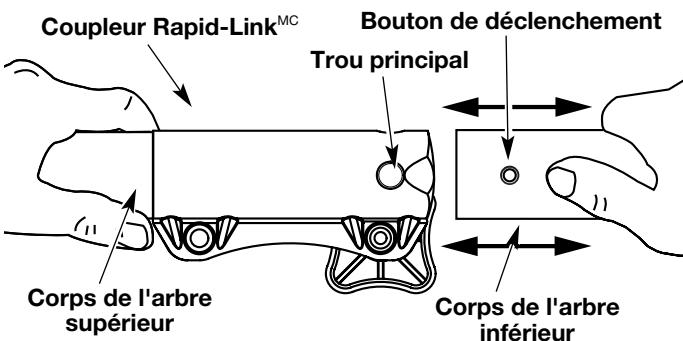

Fig. 16
3. Tenez fermement le corps de l'arbre supérieur et retirez l'accessoire de coupe ou autre du coupleur Rapid-LinkMC (Fig. 16).
2. Tenez fermement l'accessoire et enfoncez-le tout droit dans le coupleur Rapid-LinkMC (Fig. 16).